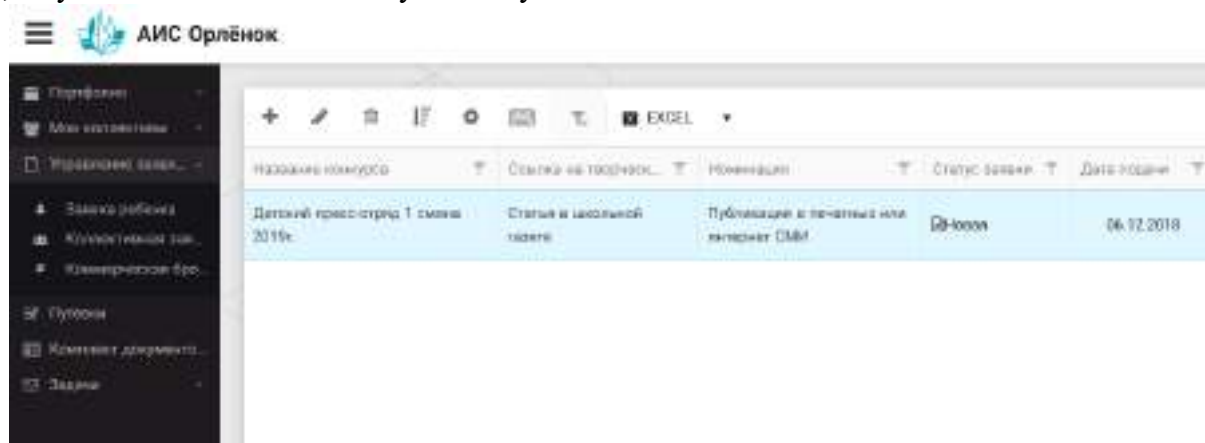

Рисунок 22 – Отображение созданной заявки
4. Созданная заявка отображается в папке «Управление заявками» - «Заявка ребёнка» (Рисунок 22). На рисунке заявка выделена голубым цветом. Нажав на заявку два раза, вам откроется заявка полностью. Вы сможете проверить, всё ли прикрепилось к заявке. Если вы увидели ошибки в заявке, то удалите её и подайте новую заявку.